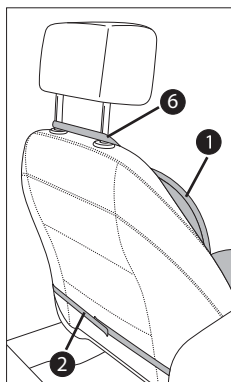

Abb. 2
- ▶ Bei einer extrem hohen oder breiten Rückenlehne befestigen Sie die Sitzauflage, wie auf Abb. 2 gezeigt.
- ▶ Falls Ihr Fahrzeug über einen Seitenairbag verfügt, so achten Sie beim Befestigen der Sitzauflage **1** darauf, die Befestigungsgurte **6** nur über die Bügel der Kopflehne und nicht über den oberen Teil des Autositzes zu stülpen (siehe Abb. 2). Ansonsten kann es sein, dass der Seitenairbag beeinträchtigt wird!